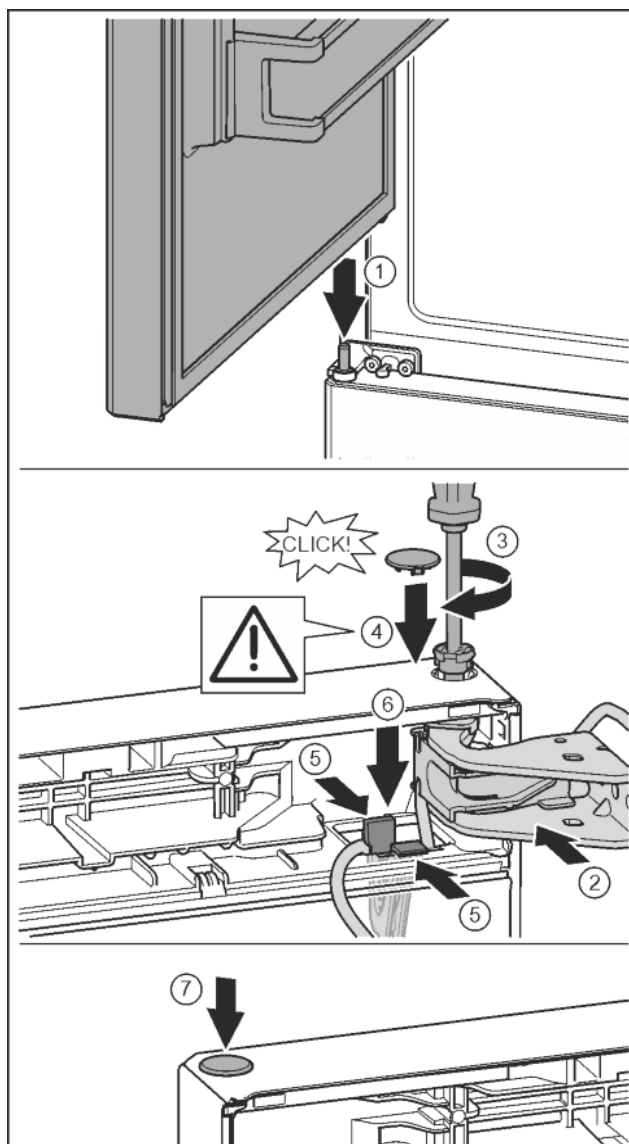

Fig. 34
- ▶ Założyć górne drzwi na środkowy sworzeń zawiasu Fig. 34 (1)
- ▶ Wyrównać drzwi u góry względem otworu w płytce zawiasu. Fig. 34 (2)
- ▶ Założyć sworzeń i dokręcić śrubokrętem T15. Fig. 34 (3)
- ▶ Zamontować osłonę bezpieczeństwa w celu zabezpieczenia drzwi: Włożyć osłonę zabezpieczającą i sprawdzić, czy przylega ona do drzwi. Ponadto założyć cały sworzeń. Fig. 34 (4)
- ▶ Uchwyt z zamocowanym kablem umieścić w otworze. Przy tym nakładka z dłuższym otworem musi być skierowana w przód. Fig. 34 (5)
- ▶ Uchwyt przycisnąć, aż nakładka zatrzasknie się. Fig. 34 (6)
- ▶ Założyć zatyczkę. Fig. 34 (7)